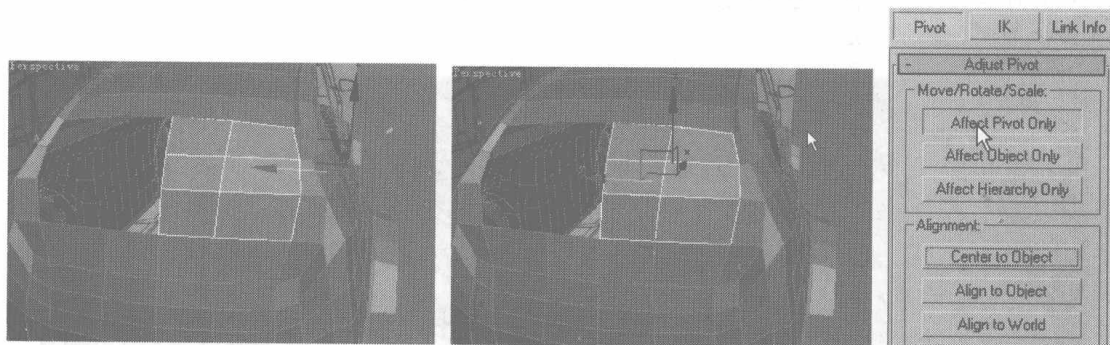

图 7.105
- 04 退出子物体层级, 选择分离出来的面。在 命令面板的 **Pivot** 命令下, 首先单击 **Affect Pivot Only** 按钮, 然后单击 **Center to Object** 按钮, 将坐标轴以面片自身为轴心, 最后再次单击 **Affect Pivot Only** 按钮, 如图 7.105 所示。